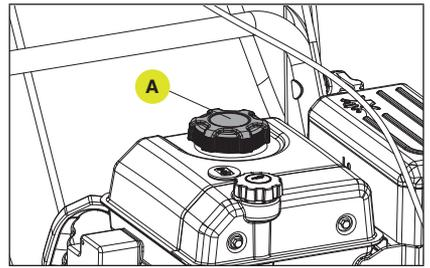

Figure 15
1. Retirez le bouchon du réservoir de carburant (A). (Fig. 15)